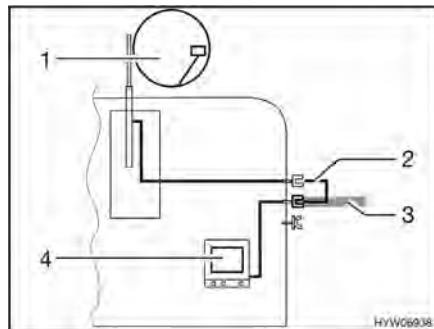

Fig. 119 TV en el vehículo
- TV en el vehículo (Fig. 119,4): Conexión a la antena del techo (Fig. 119,1) con el cable de conexión (Fig. 119,2)
- TV en el vehículo (Fig. 119,4): Conexión a antena externa (Fig. 119,3)